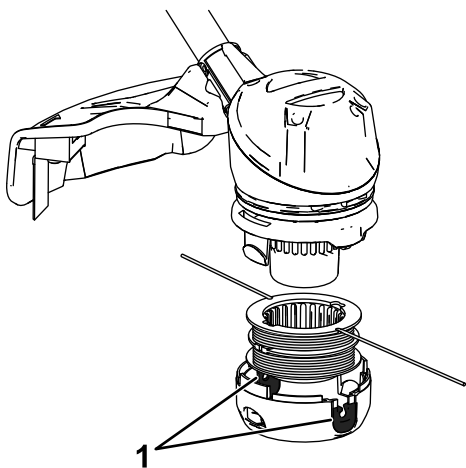

Figura 18
8. Instale el carrete en la tapa y pase los extremos del hilo por los orificios de la tapa como se muestra en la Figura 18.